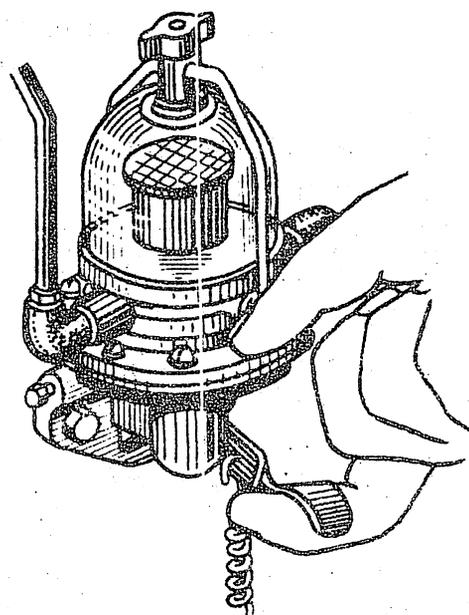

Abb. 6. Manuelles Anpumpen des Kraftstoffes
1. Mit Hilfe des Handhebels der Kraftstoffpumpe Brennstoff in den Vergaser pumpen (Abb. 6).